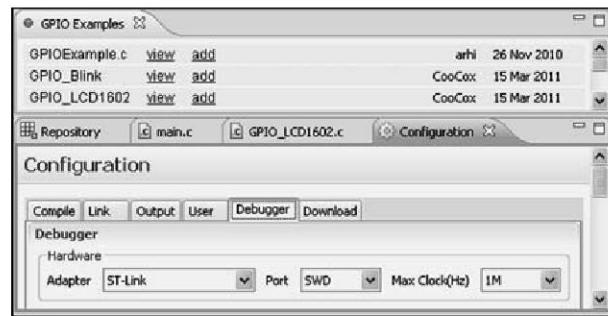

Рис.88
2) После запуска среды ColDE надо задать, как обычно, путь к Си-компилятору: «Project–Select Toolchain Patch–C:\Program Files\GNU Tools ARM Embedded\4.6 2012q2\bin–нажать OK». Настроить параметры программатора: «Project–Configuration–Debugger–**рис.88**».
вверху окне будут видны указатели на 4 примера программы. Чтобы все они нормально работали, необходимо подключение к Интернету. Выбрать строку «GPIO_LCD1602» и нажать «add» (рис.88). После этого в программу «main.c» будет добавлена функция примера работы с АЦЖК (рис.89).